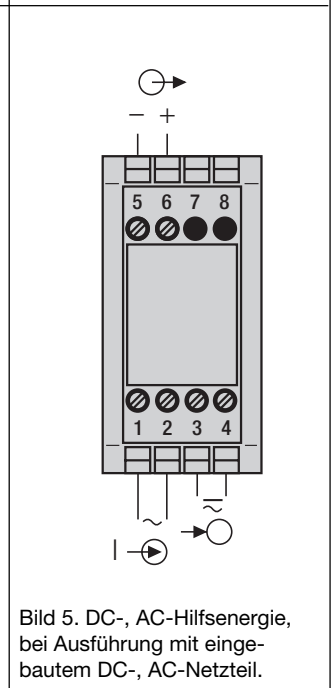

Bild 5. DC-, AC-Hilfsenergie, bei Ausführung mit eingebautem DC-, AC-Netzteil.
Gleichspannung (DC) oder Wechselspannung (AC):	DC-, AC-Netzteil (DC oder 40 - 400 Hz) 85 - 230 V DC/AC oder 24 - 60 V DC/AC DC - 15/+ 33%, AC $\pm 15\%$ Leistungsaufnahme $\leq 1,5 \text{ W}$ bzw. $\leq 3 \text{ VA}$, siehe Bild 5